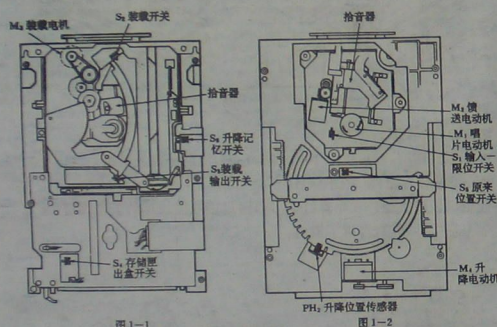

图 1-1
1. 传感器和电动机的位置及其功能(见图 1-1、图 1-2)